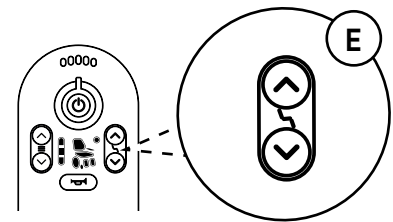

Figure 5.7. Réglage des fonctions d'assise sur LiNX REM211.
Appuyer sur les boutons (E) pour sélectionner une fonction d'assise (voir figure 5.7). La fonction d'assise sélectionnée est indiquée en lumière orange sur l'écran. Il est possible aussi de passer d'une fonction d'assise à l'autre en orientant le joystick latéralement.